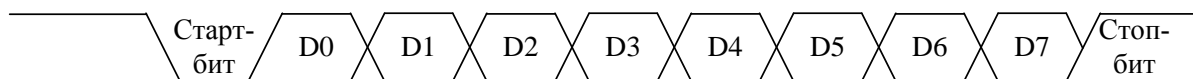

Рис. 22. Временная диаграмма работы УАПП в режиме 1
Режим 1. В этом режиме передаются через TxD или принимают RxD 10 бит информации: старт-бит (0), 8 бит данных и стоп-бит (рис. 22). Скорость приема/передачи — величина переменная и задается таймером.